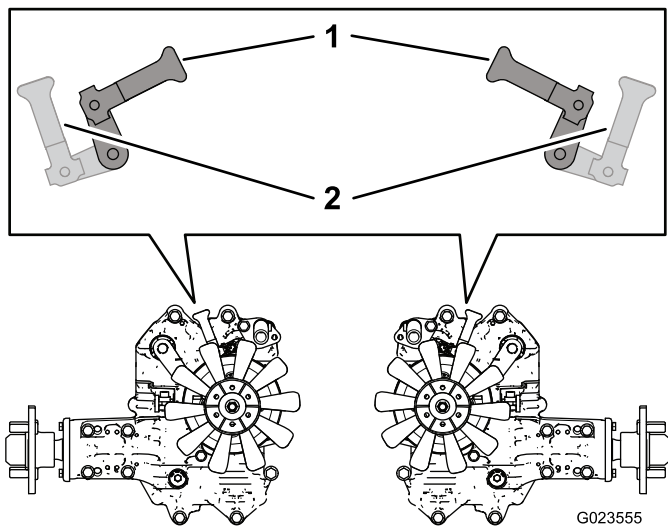

**Figura 28**
2. Desde debajo de la máquina, gire las palancas de las válvulas de desvío (Figura 27 y Figura 28) hacia dentro, orientadas hacia el centro de la máquina (Figura 29), y quite el freno de estacionamiento; consulte Uso del freno de estacionamiento (página 21).